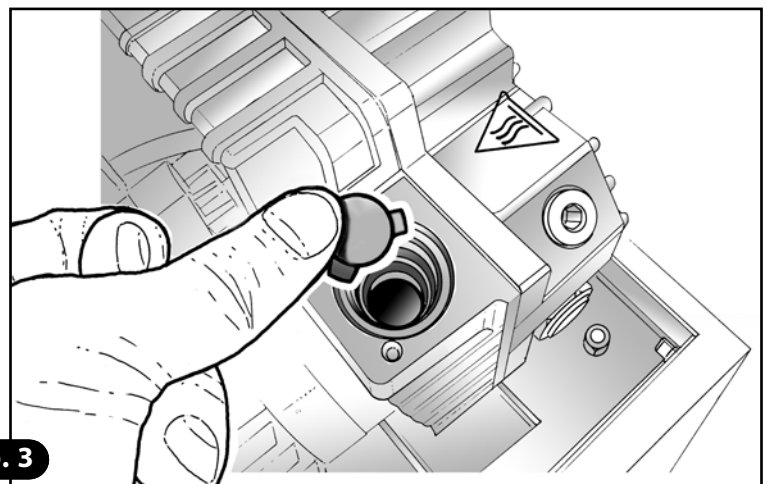

**Abb. 2**
- 4) Danach zuerst den Verschluss aus Gummi und dann den aus Stahl entfernen. Zustand des gesamten zugänglichen Saugabschnitts überprüfen und wenn nötig mit einem in Alkohol getränkten Lappen reinigen (**Abb. 2**).